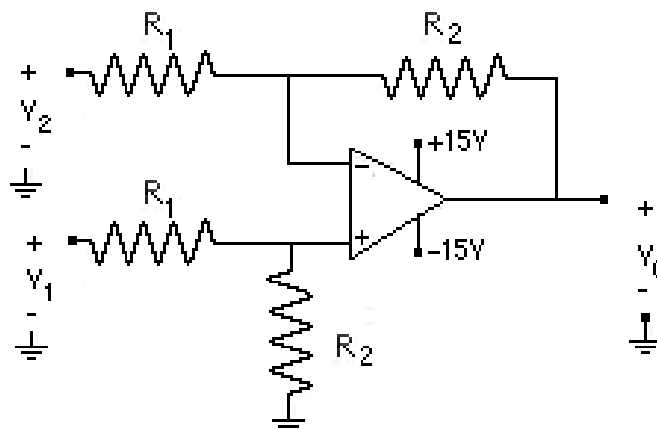

Figura 1.- Amplificador diferencial básico
- 2.- Deduzca la expresión del voltaje de salida para el amplificador diferencial básico cuyo circuito se muestra en la Figura 1, considerando que el amplificador operacional es ideal, utilizando los valores indicados por su profesor y alimentándolo con fuentes de $\pm 15V$. Indique cuál es la función principal de este circuito.